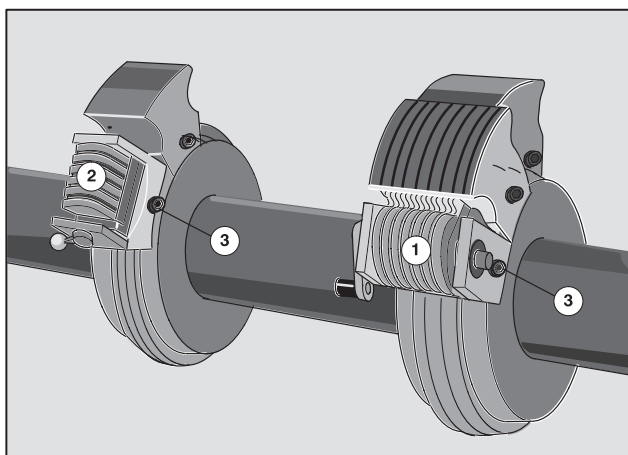

Рис. 8 Монтаж нумераторных устройств
- ① Посадочное кольцо и нижнюю сторону нумераторной головки очистить от пыли или загрязнений.
- ② Посадить нумераторную головку на посадочное кольцо (продольная нумераторная головка Рис. 8/①, поперечная нумераторная головка (Рис. 8/②)).
- ③ Затянуть зажимной винт (Рис. 8/③) на нумераторной головке ключом с внутренним шестигранником. Во время затягивания зажимного винта нумераторную головку нужно прижимать к посадочному кольцу.